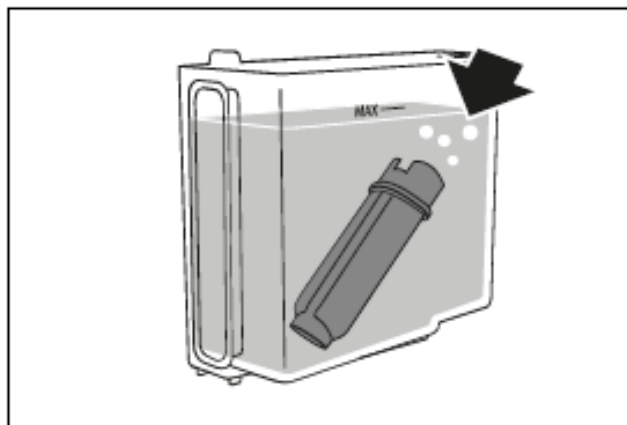

Рис. 62
- 3) «Погрузите фильтр в резервуар с водой, выпуская пузырьки воздуха» (рис. 62): вставьте фильтр в резервуар и полностью погрузите примерно на десять секунд, наклоняя и слегка нажимая на него, чтобы пузырьки воздуха вышли. Нажмите > NEXT;